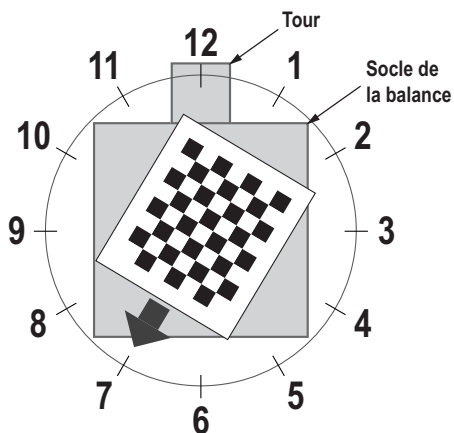

Figure 5-10. Tournez à 7 heures.
11. Alignez l'objet d'étalonnage de sorte que les réticules soient centrés. Tournez l'objet d'étalonnage à 7 heures, la tour étant à 12 heures (Figure 5-10).